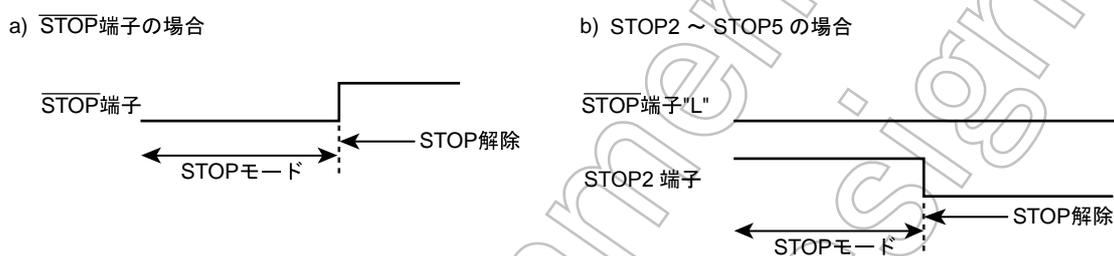

図 14-2  $\overline{\text{STOP}}$  端子と STOP2 ~ STOP5 端子の優先順位
- 注 5) STOP2 ~ STOP5 入力によって STOP モードを解除する ("L" レベル) 場合は、STOP モード中  $\overline{\text{STOP}}$  端子を必ず "L" レベルに固定してください。(図 14-2)